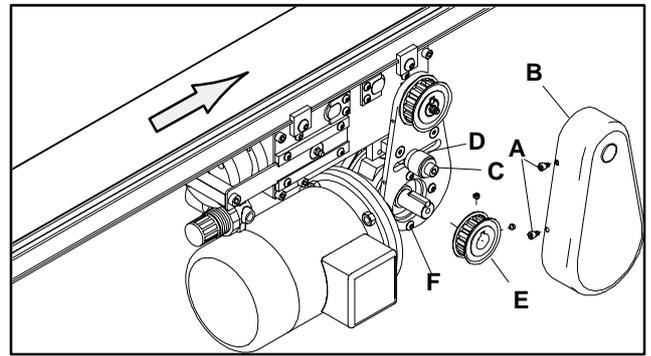

Figure 2
1. Retirez le carter de courroie (B de la figure 2) en retirant et en gardant les deux (2) vis à tête creuse M4 x 6 mm de chaque côté du carter.
2. Relâchez la tension de la courroie crantée en détachant les vis à tête creuse M8 x 40 mm (C) et en écartant l'ensemble rouleau de tension de la courroie (D). Une fois que la tension est relâchée, il est possible de retirer la courroie crantée et la poulie d'entraînement.
3. Désassemblez la poulie d'entraînement (E) en détachant les vis d'ajustage de la poulie ou les vis d'ajustage à bague autobloquantes[®] qui fixent l'ensemble à l'arbre du réducteur de vitesse.
- Après que la tension nécessaire soit faite, serrez la vis à tête creuse (C de la figure 2) sous un couple de 24 Nm.
- Refixez le carter de courroie (B) en utilisant les quatre vis hexagonales M4 x 6 mm (A).